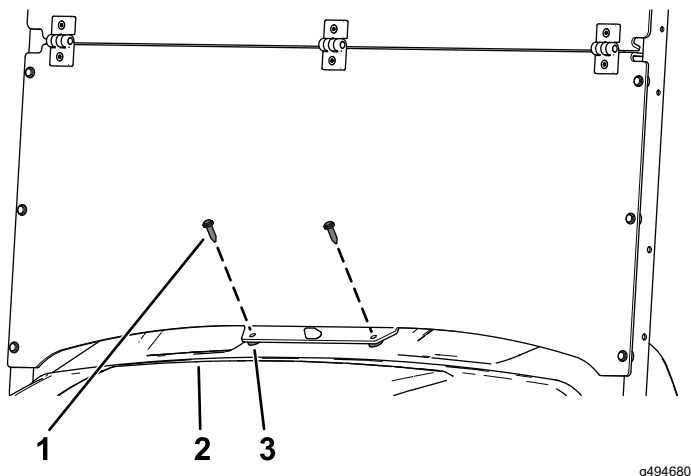

Figure 5
5. Fixez le bas de la partie inférieure du pare-brise à la planche de bord à l'aide de 2 entretoises en plastique et 2 longs rivets en plastique (Figure 5).